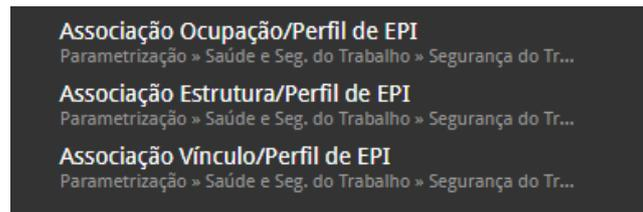

Figura 64: Caminho Associação EPI
1. No menu lateral, acesse o caminho (Figura 64) de acordo com a associação desejada: